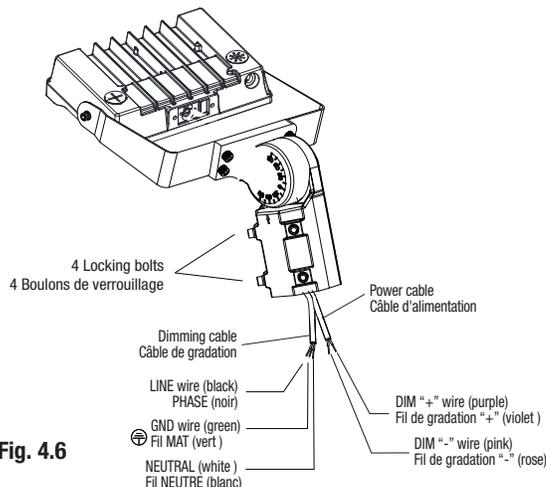

Fig. 4.6
8. Make electrical wire connections and put wires into the pole (Fig. 4.6):
8. Faire les connexions électriques des fils de câble d'alimentation et passer les fils dans le poteau (Fig. 4.6):